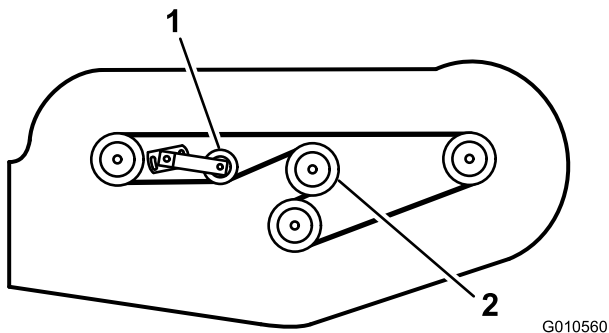

図 29
6. 新しいベルトをギアボックスの周囲からスピンドルプーリ、固定イドラプーリ、可動 (調整可能) プーリへと回し掛ける (図 29)。